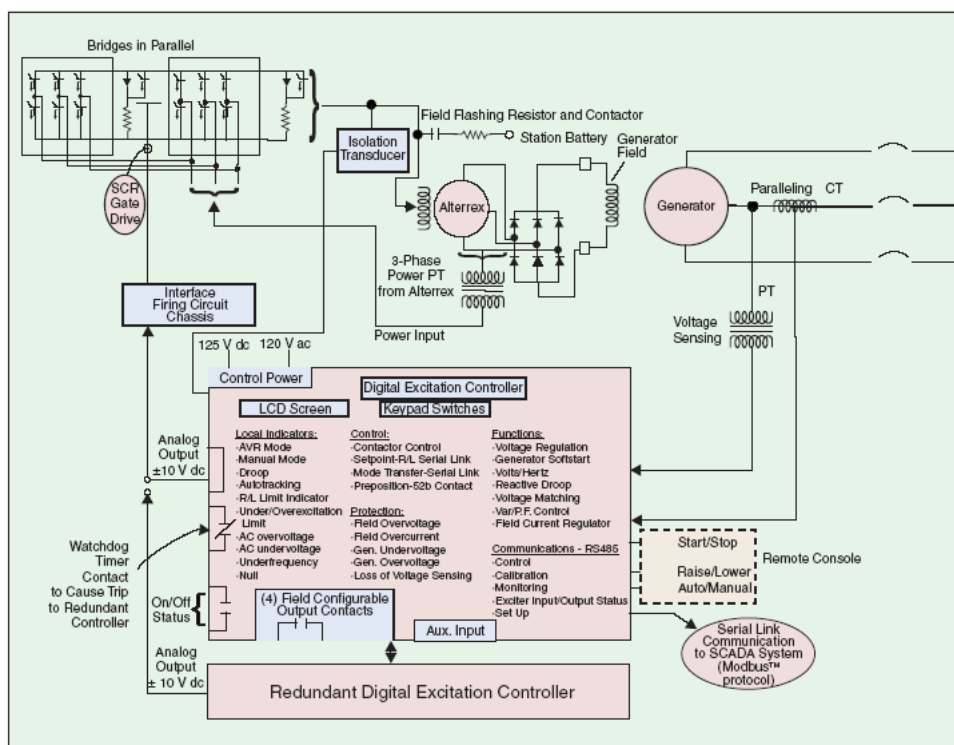

Figura 1.1: Sistema de control de excitación digital. Fuente: [R. C. Schaefer, 2001]
- Sistema de control de excitación digital, ver figura 1.1.